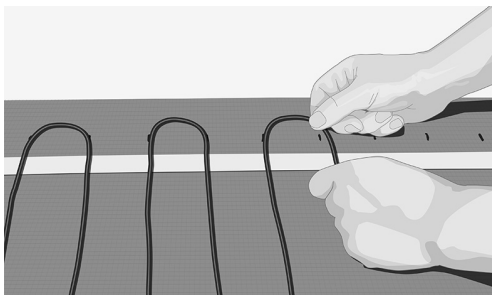

Fig. 11. Legg ut kabelen i henhold til CC-merkingen
9. Legg ut varmekabelen og fest med jevne mellomrom (fig. 11).